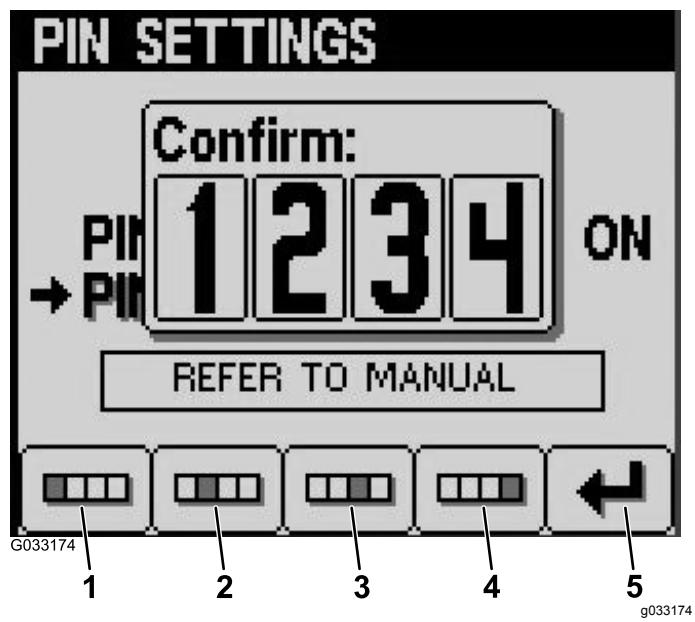

Figura 26
8. Confermate il nuovo codice PIN utilizzando i pulsanti da 1 a 4 e premete il pulsante 5 quando avete completato il PIN (Figura 26).